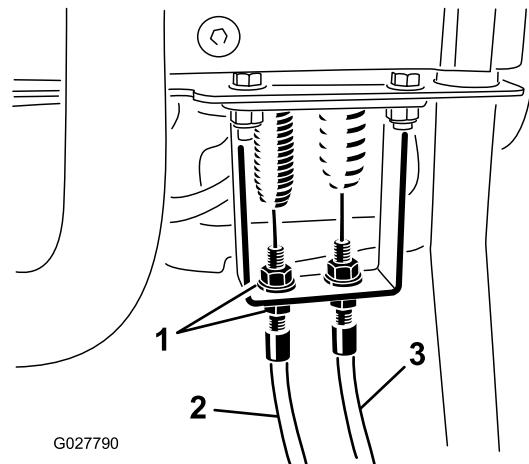

Figura 51
- 3. En el soporte de pasamuros de la palanca de control, afloje el cable de control del molinete hasta que haya holgura en el cable (Figura 51).